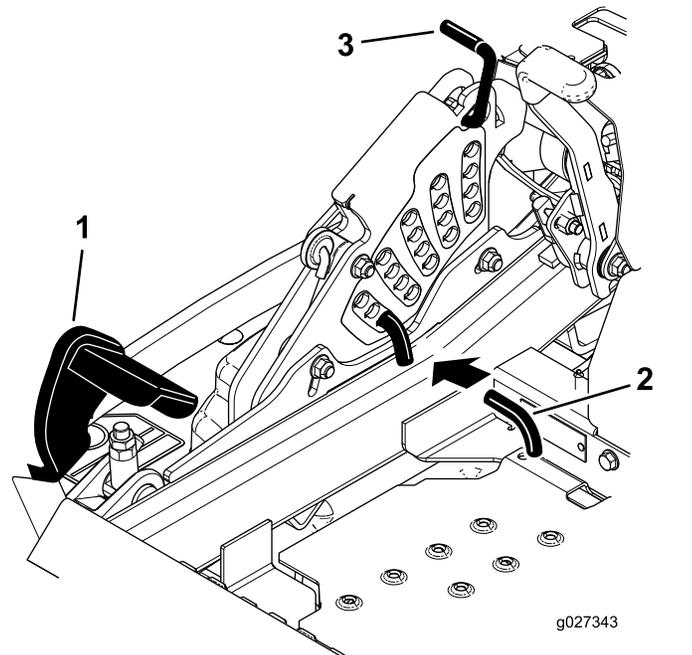

Figura 113
5. Empuje el pedal de elevación de la carcasa hacia delante del todo; la carcasa se enganchará en la posición de transporte de 14 cm (5½") (**Figura 113**).